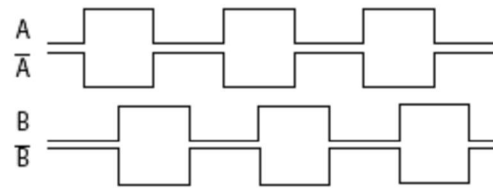

Рис. 6.6. Сигналы датчика положения
- Aabb, [AABB] – датчик с четырехканальным выходом (сигнал A и инверсный ему \bar{A} , сигнал B , сдвинутый относительно A на $\frac{1}{4}$ периода, и инверсный ему \bar{B} , см. рис. 6.6);